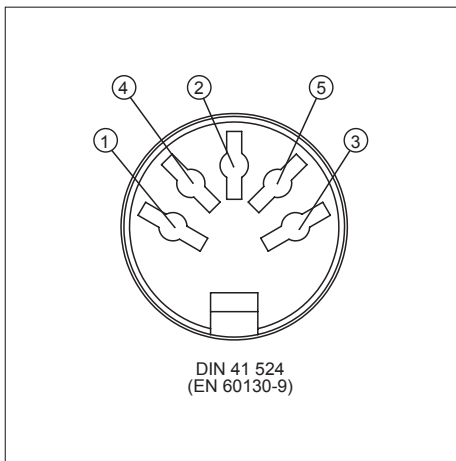

Fig.3 – Atribuição do soquete de conexão
1. Conecte o plugue de acionamento ao soquete de entrada INPUT (B).
3. Atribua o soquete de conexão de acordo com a **fig. 3**.